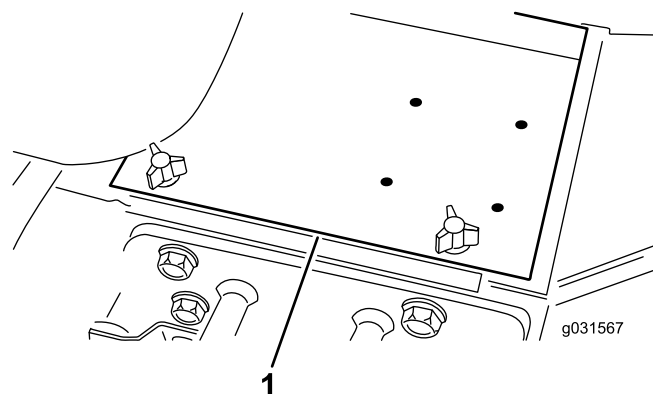

Figure 3
1. Enlevez le couvercle de la batterie (Figure 3).